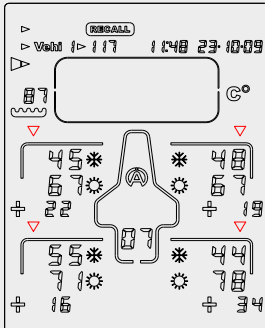

Figure 11
5) Pressez le bouton  ou  : le Tyrecontrol 2 affiche la 2ème phase de données, c-à-d les températures extérieures des pneus, avant  et après  course + les écarts (figure 11)